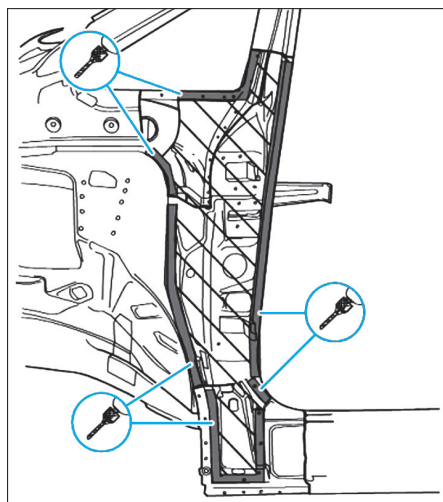

FIG. 17
• Percer le montant A (Fig.17).